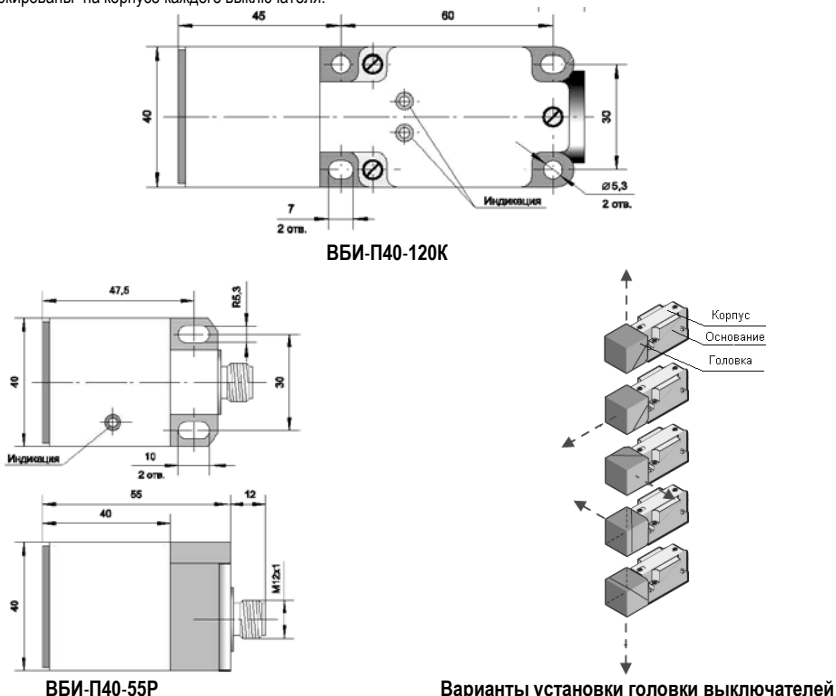

Рис.1 Габаритные размеры выключателей и варианты установки головки
3.1 Выключатели состоят из основания, корпуса с индикацией срабатывания, в котором размещена печатная плата с электронными компонентами, головки с чувствительным элементом (Рис.1). Для обеспечения механической прочности внутренняя полость корпуса залита компаундом. Головка выключателя может устанавливаться в 5-ти различных положениях (рис.1), обеспечивая удобство применения.
Для удобства монтажа головку выключателей можно установить в любом из 5-ти положений (Рис.1). Установка головки выключателей ВБИ-П40-120 производится следующим образом: